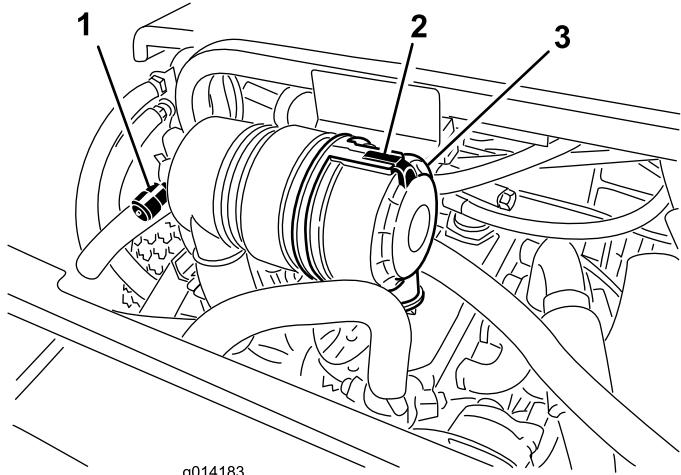

Figure 34
Faites l'entretien du filtre à air uniquement quand l'indicateur de colmatage (Figure 34) indique que cela est nécessaire. Changer le filtre à air prématurément ne fait qu'accroître le risque de contamination du moteur par des impuretés quand le filtre est déposé.
1. Desserrez le verrou qui maintient le couvercle sur le corps du filtre à air (Figure 34).